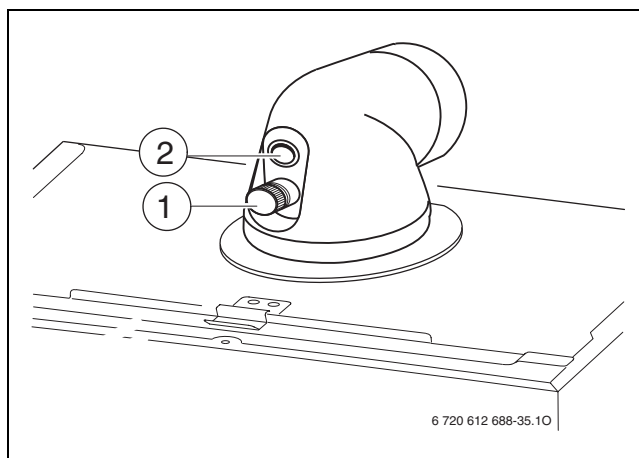

Fig. 48
- ▶ Retirer le bouchon sur la prise de mesure de l'air de combustion [2] (→ figure 48).
- ▶ Retirer le bouchon au niveau de la prise de mesure des fumées [1] (→ figure 48).